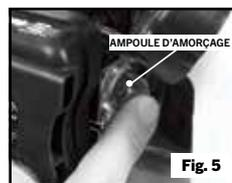

Fig. 5
4. Appuyez lentement sur l'ampoule d'amorçage de carburant 6 fois (voir figure 5).